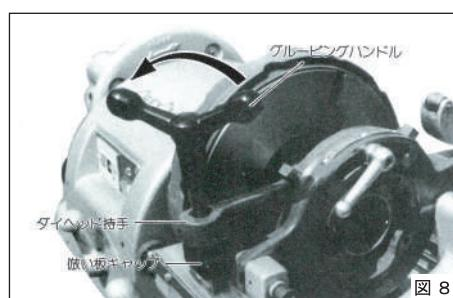

図 8
- ④パイプをチャッキングし、グルーピングハンドルでバイトの刃先がパイプ外径より大きく開くまで左に回してください。(図8)